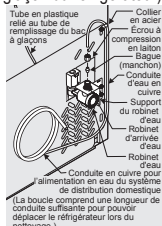
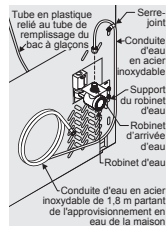

Figure 1
Figure 2
- 4 Si vous utilisez un tuyau en cuivre - Faites glisser l'écrou à compression en laiton, puis installez la bague (le raccord) sur la conduite d'alimentation en eau. Poussez la conduite en cuivre dans le robinet d'arrivée d'eau, aussi loin que possible (6,4 mm ou ¼ po). Faites glisser la bague (le raccord) dans le robinet et serrez à la main l'écrou à compression sur le robinet. Serrez d'un autre demi-tour à l'aide d'une clé; NE SERREZ PAS trop. Reportez-vous à la figure 1. Si on utilise des tubes tressés en acier inoxydable souple - L'écrou et la bague sont déjà installés sur le tuyau. Faites glisser l'écrou à compression sur l'entrée du robinet et serrez à la main l'écrou sur le robinet. Serrez d'un autre demi-tour à l'aide d'une clé; NE SERREZ PAS trop. Reportez-vous à la figure 2.